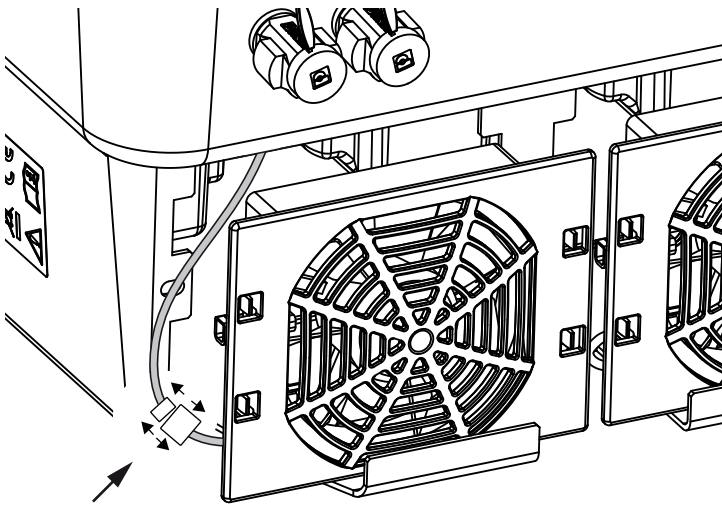

Abb. 65: Lüfterkabel abziehen
5. Der Lüfter kann zusätzlich noch vom Lüftergitter abgezogen werden. Dazu Befestigungslaschen leicht nach außen drücken und Lüfter abziehen.  **Abb. 65**